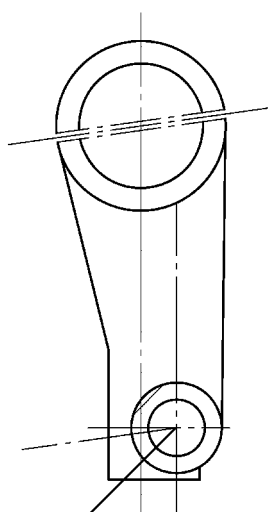

图 11-43 偏移结果
4) 单击功能区【直线】按钮, 利用对象捕捉功能捕捉两中心线交点, 输入“ $<-135^\circ$ ”(即与竖直中心线成 45° 角), 并单击【偏移】按钮, 向上偏移 17mm, 利用【修剪】和【延伸】命令对其进行修剪和延伸, 如图 11-43 所示。